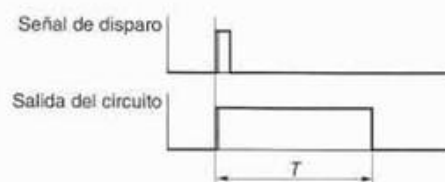

Fig. 10.2. Onda generada en un temporizador.
- **Circuitos temporizadores:** son circuitos que generan señales que sirven para activar o desactivar ciertos circuitos durante un determinado tiempo. Producen señales digitales que no son periódicas, y para su funcionamiento es necesario activarlos desde el exterior del propio circuito (Fig. 10.2).